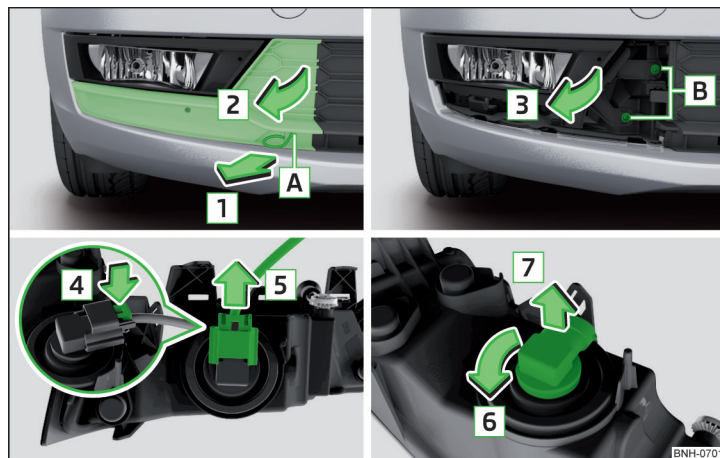

Fig. 275 Demontarea farului de ceață/înlocuirea becului
- Introduceți brida pentru extragerea capacelor integrale de roată în degajarea **A** » fig. 275.
- › Introduceți farul de ceață în sens contrar săgeții **3** » fig. 275 și înșurubați-l.